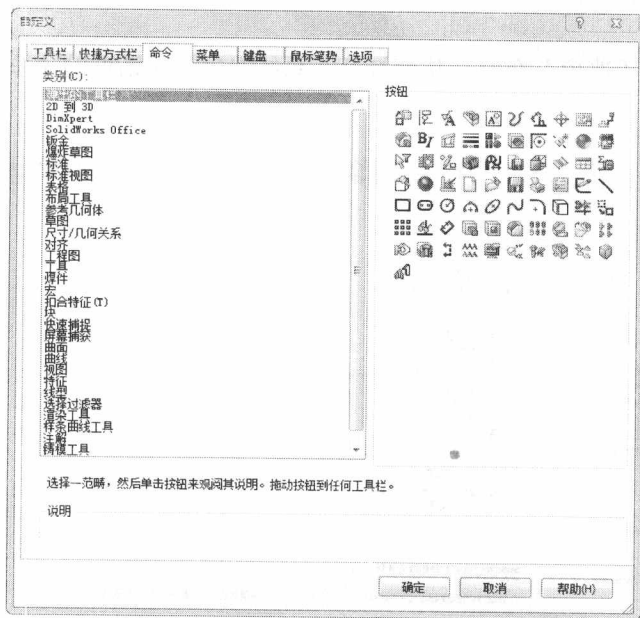

图 1-4 [自定义]对话框的[命令]选项卡
(1) 选择[工具] | [自定义]命令,或在工具栏区域右击,在弹出的快捷菜单中选择[自定义],从而打开[自定义]对话框。
(2) 单击[命令]标签,打开[命令]选项卡,如图1-4所示。
(3) 在[类别]一栏中选择要改变的工具栏。